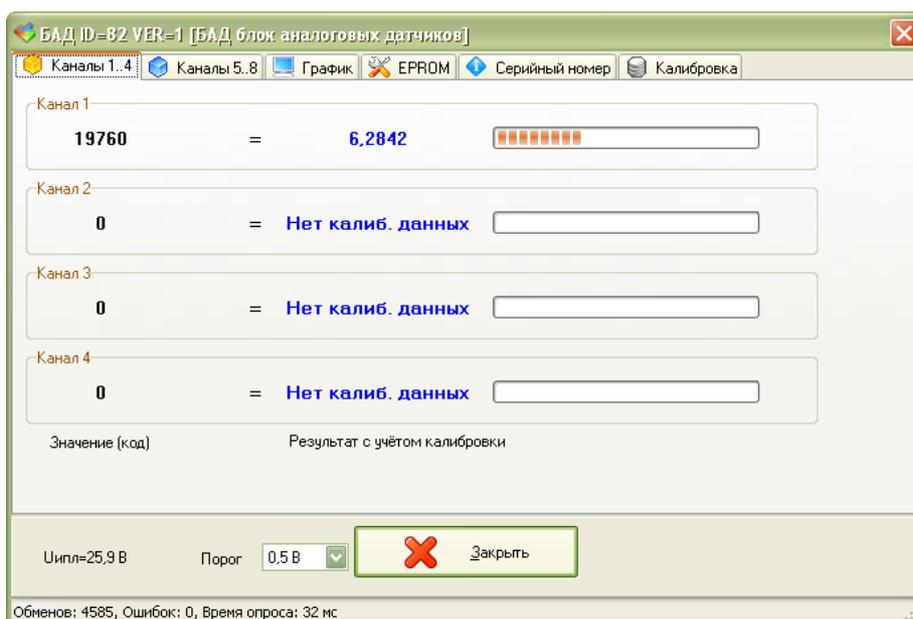

Рисунок 12 - Считывание значения кода АЦП
3) На вход измерительного канала R0 (разъем X4) проверяемого блока вместо первичного преобразователя, соблюдая полярность, последовательно подать постоянный электрический ток 0,000 мА, +20,000 мА от калибратора тока. Зафиксировать для каждой контрольной точки тока соответствующее установившееся значение кода АЦП, измеренное блоком БАД-8, по показаниям программы RASOS на мониторе ПЭВМ на вкладке «Каналы 1...4» (рисунок 12).